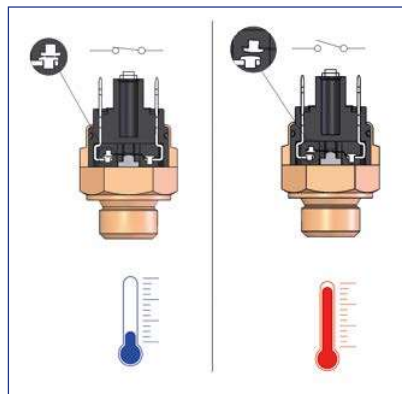

Abb. 2
- Die Darstellung in Abb. 2 zeigt einen Thermostat mit Kontakten, die in Abwesenheit von Temperatur NORMALERWEISE GESCHLOSSEN (N.C.) sind. Wir sehen also, dass in Abwesenheit von Temperatur die Kontakte geschlossen sind und dass das Signal an den Außenkontakten vorhanden ist. Bei Erreichen der Eichtemperatur steigt der elektrische Kontakt und unterbricht das Signal.
- The diagram of Fig. 2 shows a Thermostat with NORMALLY CLOSED (NC) contacts in the absence of temperature. We can see that the contacts are closed and the signal is sent on the external contacts. When the temperature setting is reached, the electrical contact rises and interrupts